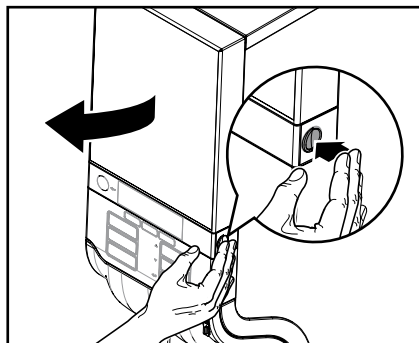

Fig. 21
1. Aprire lo sportello dell'apparecchio. (Fig. 21)